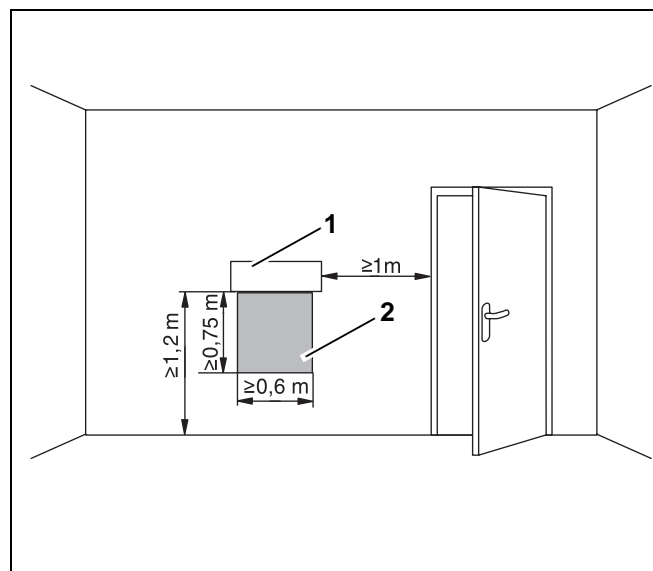

Abb. 1 Anordnung des Wandhalters für das Regelgerät BERT im Referenzraum
- Die Befestigungsstelle des Regelgerätes BERT im Referenzraum muss entsprechend den Maßen in Abb. 1 gewählt werden.